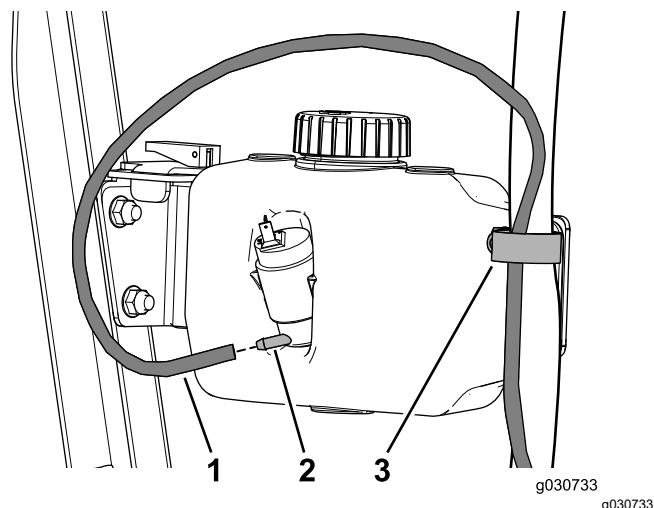

図 48
2. ウォッシャー用ホースをRクランプに通し、ウォッシャーボトルに接続する 図 48。